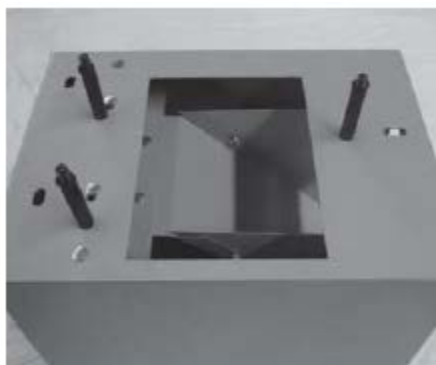

Рис. 19
2. Совместить два отверстия в верхней части станины с отверстиями в корпусе станка (рис. 19).